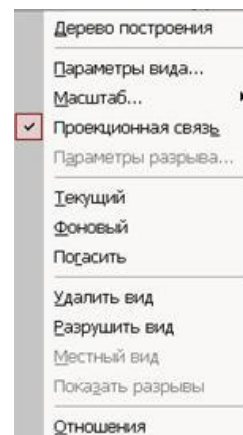

Рисунок 75 -Контекстное меню редактирования вида
2. Щелкнуть правой клавишей мыши внутри габаритной рамки для вызова контекстного меню (рис.75).